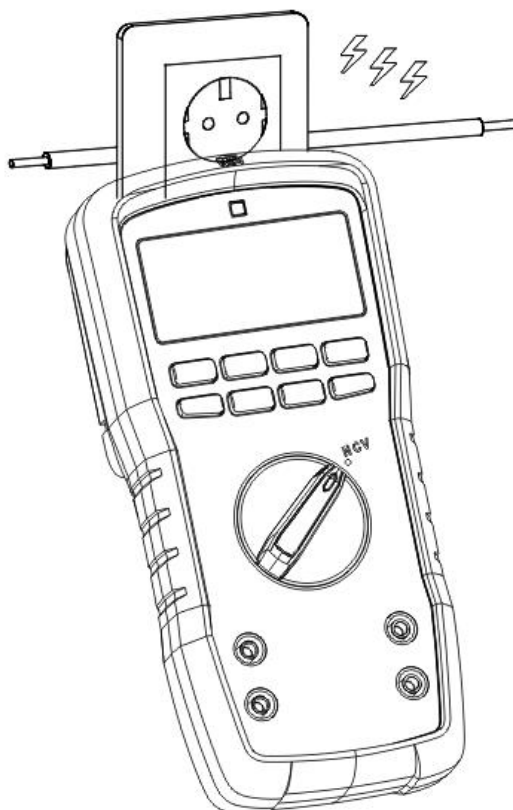

Рисунок 16
15. Бесконтактное обнаружение напряжения AC (NCV), рисунок 16